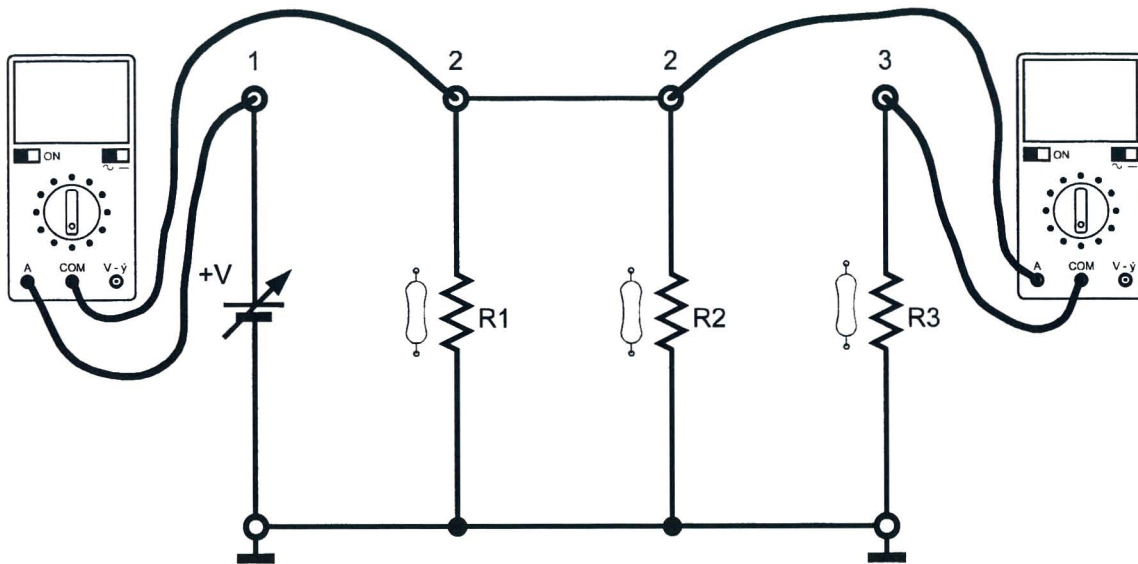

Fig. 6.2c
16. conectar los multímetros, ajustados como miliamperímetros de CC, Fig. 6.2c;